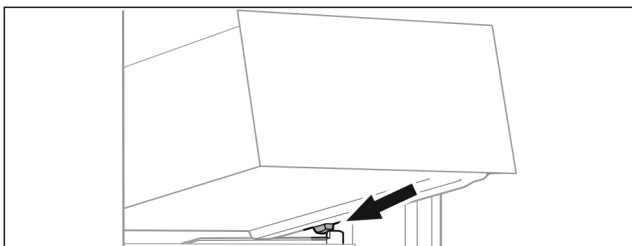

Fig. 60
- ▶ Coloque el cajón inclinado detrás de los topes sobre la nervadura para recipientes. (consulte Fig. 60)